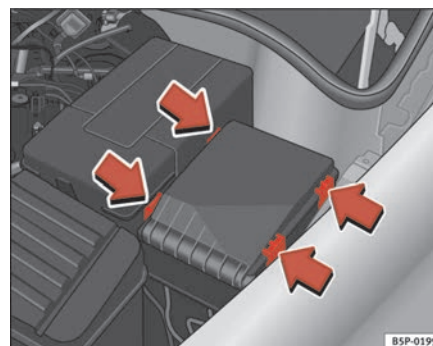

Fig. 184 Tapa de la caja de fusibles en el compartimiento motor
- Retire la tapa de fusibles del compartimiento del motor haciendo presión sobre las lengüetas hacia el centro de la tapa ⇒ página 262, fig. 184.